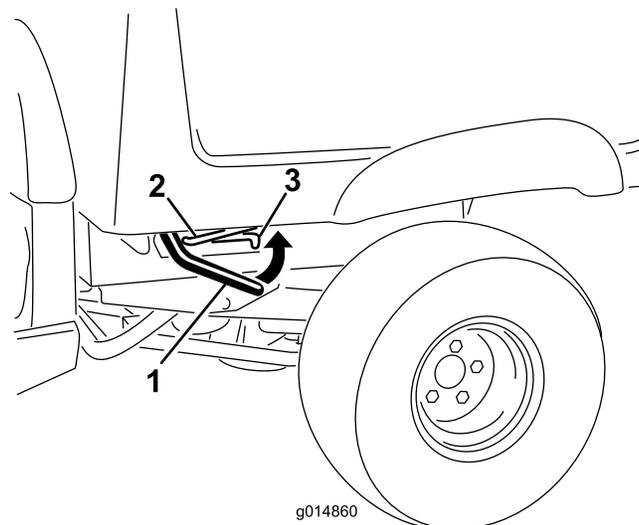

Figura 14
1. Alzate le leve ai lati del pianale e sollevatelo (Figura 14).
2. Tirate l'asta di supporto nella fessura di arresto per ancorare il cassone (Figura 14).